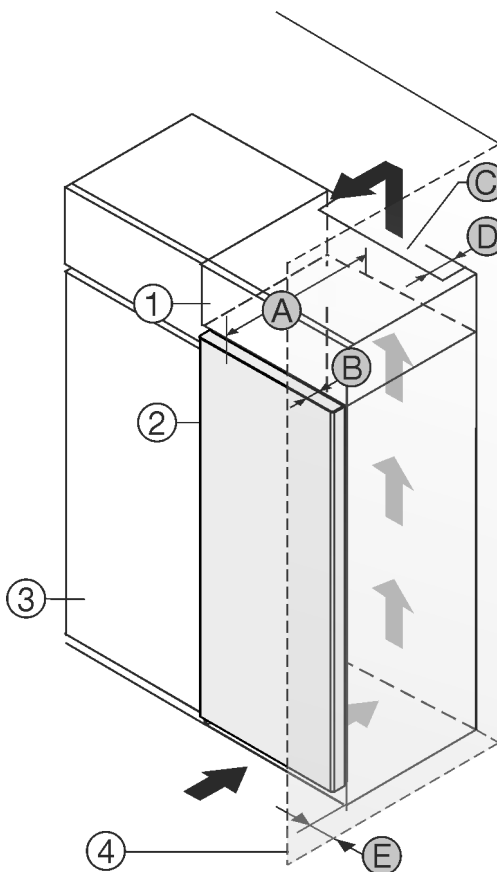

Fig. 1
- (1) Rátétszekrény *
- (2) Berendezés *
- (3) Konyhaszekrény *
- (4) Fal *
- (5) Készülék mélysége *
- (6) Ajtó mélysége *
- (7) Szellőzés keresztmetszete *
- (8) Készülék hátsó oldalának távolsága *
- (9) Távolság a készülék oldalától *
A készülék közvetlenül a konyhaszekrény Fig. 1 (3) mellé állítható.*
A rátétszekrény hátoldalán egy megadott mélységű Fig. 1 (D) szellőzőaknákat kell kialakítani a rátétszekrény teljes szélességében.*
A mennyezet alatt be kell tartani a szellőző keresztmetszetet Fig. 1 (C)*.
Ha a készüléket a zsanérjaival a fal Fig. 1 (4) mellé állítja fel, legalább 13 mm távolságot kell tartani a faltól.*
Ahhoz, hogy az ajtót teljesen ki tudja nyitni, a készüléknek a konyhaszekrény elülső oldalához képest legalább az ajtó mélységének Fig. 1 (B) megfelelően ki kell állnia. A konyhaszekrények Fig. 1 (3) mélységétől és a fali távtartók használatától függően a készülék nagyobb mértékben is túllóghat előre felé.*